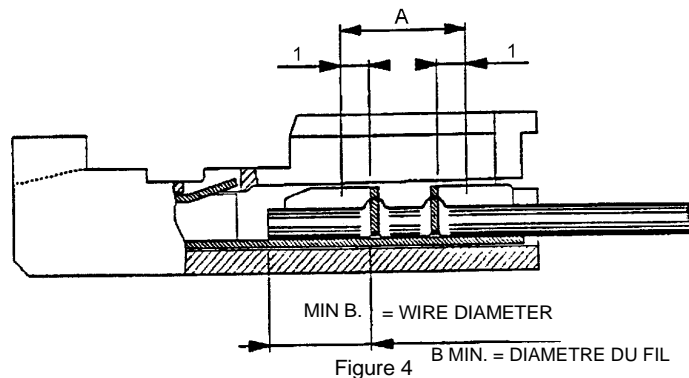

Figure 4
- Where the wire is stripped, the stripped section must not extend outside zone "A" as shown in Figure 4.
- The dimensions shown in Figure 4 must be met.
- Si il y a dénudage, il doit être limité à la zone "A" (figure 4).
- Les dimensions de la figure 4 doivent être respectées.